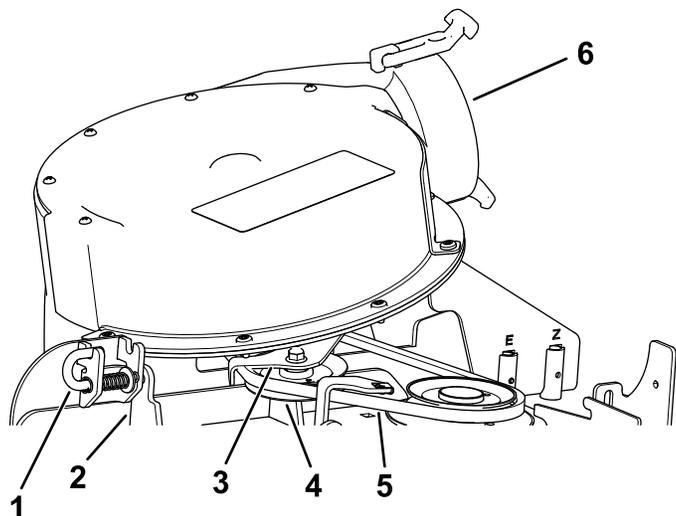

Bild 42
- Stellen Sie den Arretierbolzen von der arretierten in die geöffnete Stellung (Bild 42).
- Schließen Sie das Gebläse und fluchten Sie den Arretierbolzen mit dem Loch in der Auswurfkanalhalterung aus (Bild 42).